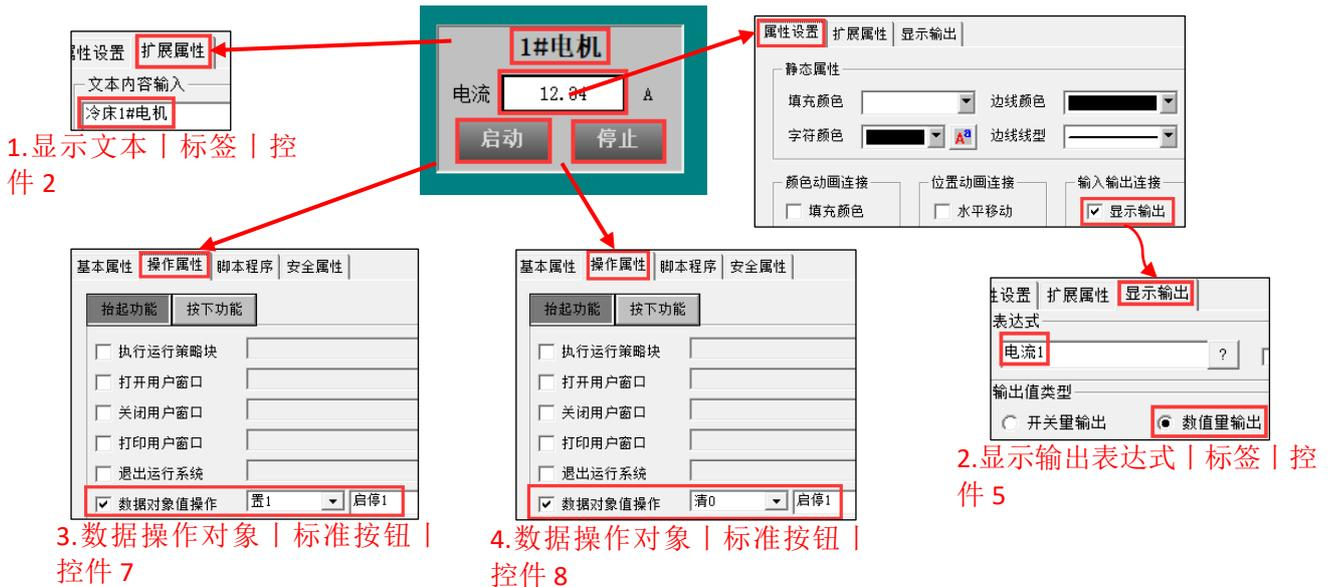

图 6.2-3 单元中需要多重复制的项
- 组态如图 6.2-3 所示的画面，我们将对红线框出来的 4 个组态内容进行多重复制。其他内容，在多重复制时，不在【变化项目配置】中勾选，将保持不变。